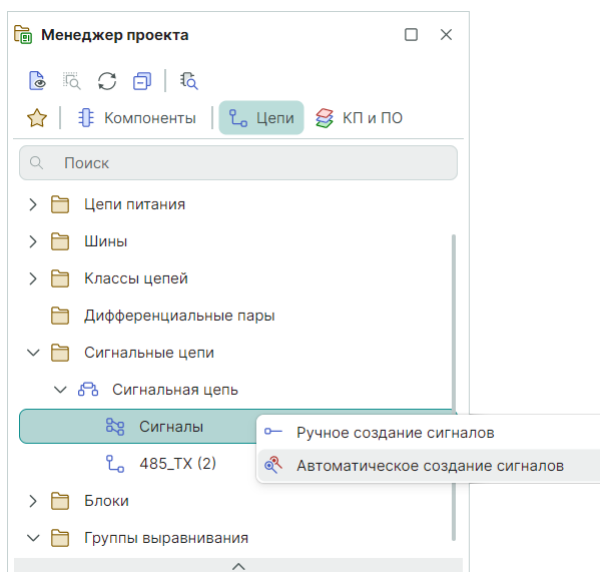

Рис. 169 Создание сигналов для выбранной сигнальной цепи в автоматическом режиме
1. В панели «Менеджер проекта» → «Сигнальные цепи» выберите сигнальную цепь, установите курсор на пункт «Сигналы», вызовите контекстное меню и выберите пункт «Автоматическое создание сигналов», см. Рис. 169.